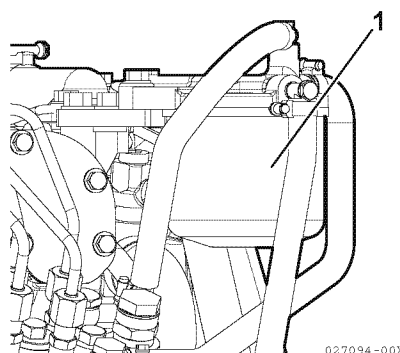

Abbildung 13
2. Den Patronenfilter (**Abbildung 13, (1)**) mit einem Filterschlüssel ausbauen.